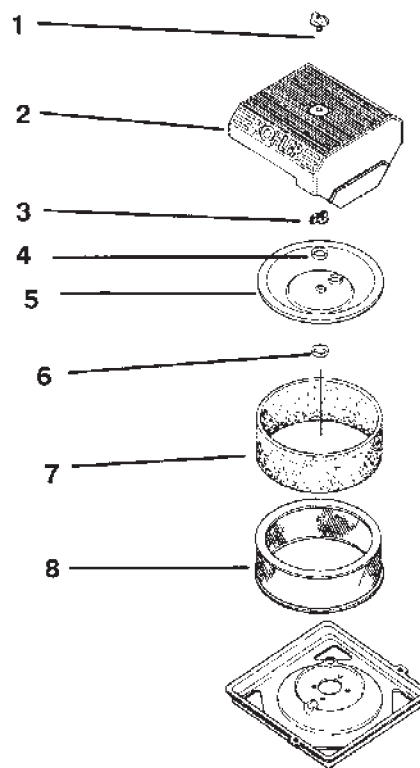

図43
1. エアクリーナのノブ、Oリングとカバーを外す(図43)。